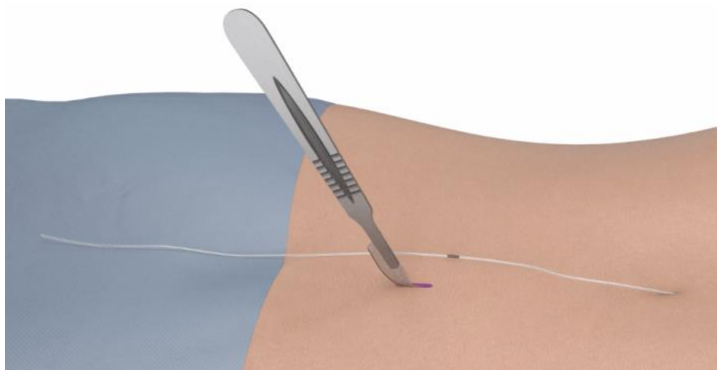

Abbildung 4
2. Setzen Sie nach der Injektion eines Lokalanästhetikums eine vertikale Inzision von 5 cm Länge (siehe Abbildung 4), um die subkutane Tasche für den Empfänger anzulegen.